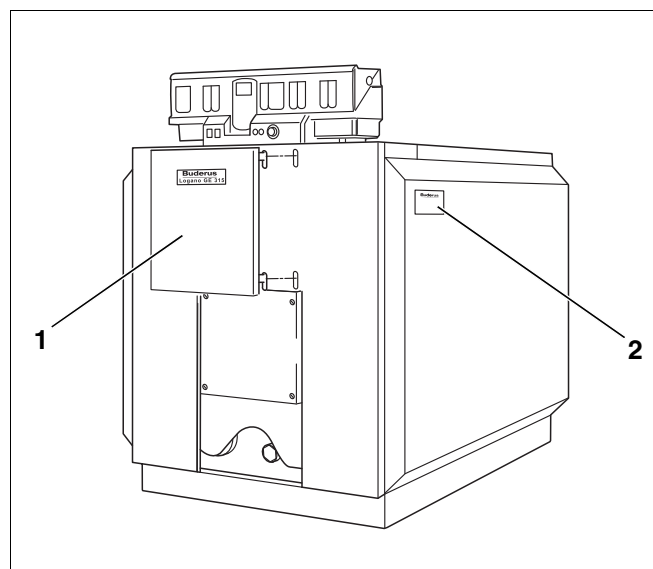

Fig. 42 Accrocher le cache de la porte du brûleur
- Accrocher le cache de la porte dans les découpes du panneau avant (fig. 42, [1]).
- Coller la plaque signalétique (fig. 42, [2]) selon les conditions existantes sur le panneau latéral droit ou gauche.